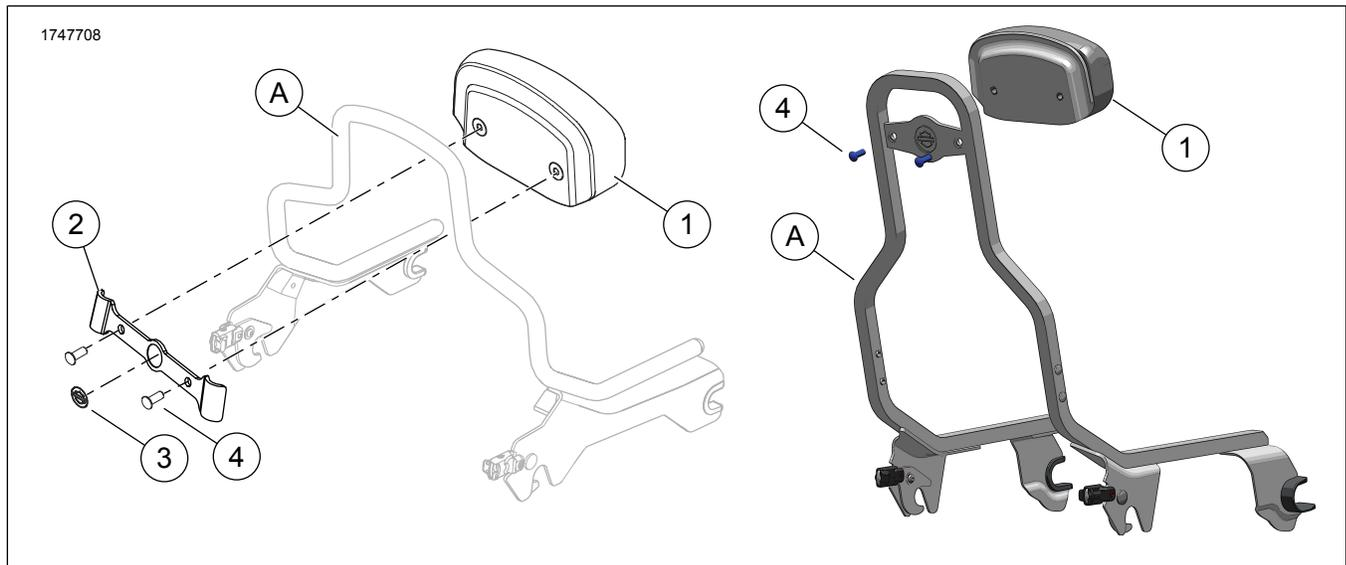

Figura 1. Contenuto del kit: kit del cuscino dello schienale compatto
1. Vedere la figura 1. Posizionare il cuscino dello schienale (1) in modo che il profilo della base sia allineato con la parte superiore della Componente originale alzata dello schienalino (A).
- I lati della staffa (3) non sono simmetrici. La larghezza in alto è più stretta della larghezza in basso.
- Usare una miscela 50:50 di alcool isopropilico e acqua per pulire accuratamente la superficie del Componente originale montante (A) prima di installare la staffa (2). Far asciugare completamente. Eseguire l'installazione a temperatura ambiente. 10–32 °C (50–90 °F)
2. Rimuovere il rivestimento dell'adesivo dai lati destro e sinistro della staffa (3).
3. Vedere la figura 1. Posizionare la staffa di montaggio contro il cuscino in modo che Componente originale alzata dello schienalino (A) si trovi tra il cuscino e (1) la staffa (2).
4. Posizionare la staffa (2) e premerla con forza sulla Componente originale alzata dello schienalino (A).
5. Inserire le viti (4). Serrare.
1. Vedere la figura 1. Usare una miscela 50:50 di alcool isopropilico e acqua per pulire accuratamente la superficie della Componente originale alzata dello schienalino (A) prima di installare la staffa (2). Far asciugare completamente. Eseguire l'installazione a temperatura ambiente.
- Vedere la figura 1. Usare una miscela 50:50 di alcool isopropilico e acqua per pulire accuratamente la superficie della Componente originale alzata dello schienalino (A) prima di installare la staffa (2). Far asciugare completamente. Eseguire l'installazione a temperatura ambiente. 10–32 °C (50–90 °F)
1. Vedere la figura 1. Se necessario, tagliare il rivestimento anti-pioggia dai fori per vite pre-tagliati nel cuscino dello schienale (1) per evitare che la plastica si impigli nelle filettature.
2. Posizionare il cuscino dello schienale (1) in modo che il profilo della base sia allineato con la parte superiore della Componente originale alzata dello schienalino (A).
4. Vedere la figura 1. Posizionare la staffa di montaggio (2) contro il cuscino (1) in modo che la Componente originale alzata dello schienalino (A) si trovi tra il cuscino e la staffa.
5. Posizionare la staffa (2) e premerla con forza sulla Componente originale alzata dello schienalino (A).
6. Vedere la figura 1. Inserire le viti (4). Serrare.
1. Vedere la figura 1. Allineare il cuscino (1) alla staffa (2).
2. Installare le viti (4). Serrare.